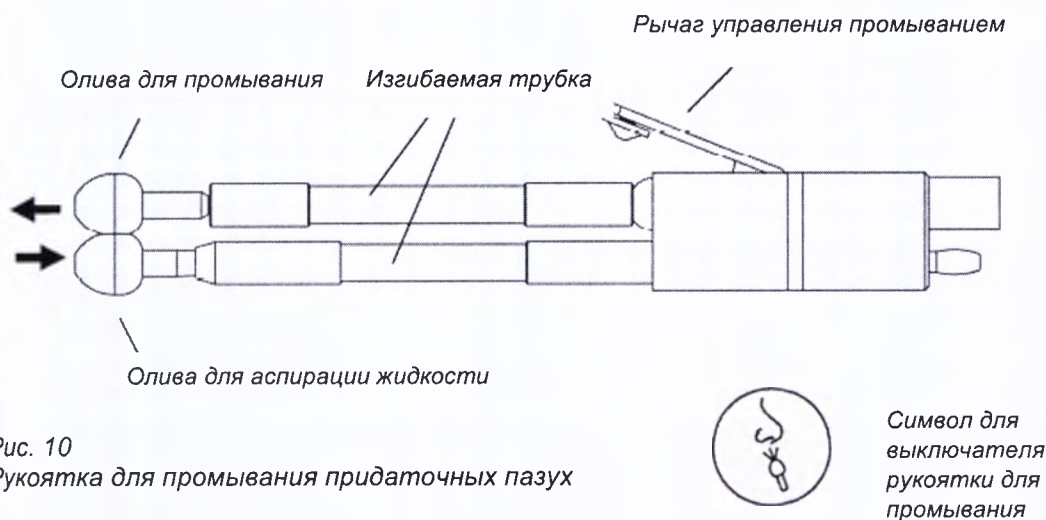

Рис. 10
Система для промывания придаточных пазух носа предназначена для промывания носовой полости. Дистальная часть рукоятки для промывания состоит из двух регулируемых изгибаемых трубок для облегчения введения оливы в носовую полость (Рис. 10). Одна трубка используется для промывания носовой полости, а другая для аспирации жидкости из второй ноздри. Оливы представлены в четырех различных размерах.
Перед началом процедуры промывания носовой полости необходимо подобрать размер и закрепить их на дистальном конце рукоятки для промывания (рис. 10). Вставьте оливы в левую и правую ноздри пациента, чтобы они плотно вошли в полость. Приготовьте почкообразную чашу для сбора жидкостей, которую держит медсестра.
После того как пациенту будут даны указания касательно процедуры промывания придаточных пазух носа нажатием выключателя ON/OFF (рис. 10). Включив высокий уровень вакуума в носовой полости необходимо сразу же нажать на кнопку промывания придаточных пазух (рис. 10). Скорость потока из рукоятки можно регулировать с помощью рычага управления (рис. 10).
Настройки для процедуры промывания придаточных пазух устанавливаются в зависимости от клинической картины пациента. Во избежание образования высоких уровней вакуума ограничивать создаваемый вакуум регулятором (рис. 1 (49)). После окончания процедуры выключить систему посредством выключателя ON/OFF (рис. 10).